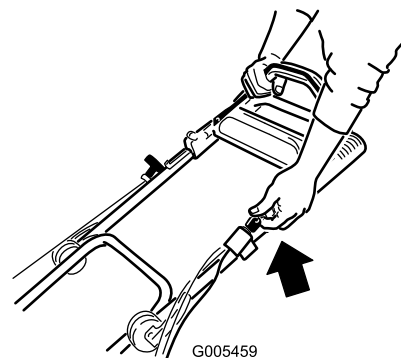

Figur 13
2. Håll knivstyrstängan mot handtaget (Figur 13).